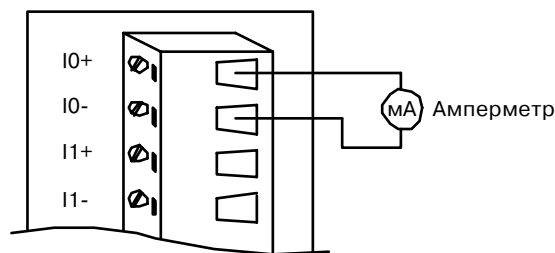

Рис. 5-19. Калибровка модуля аналогового вывода
3. Подключите 5-разрядный цифровой миллиамперметр к выходным клеммам модуля, как это показано на рис. 5-19. Допускается использование аналогичного цифрового вольтметра, но при этом к тем же клеммам модуля необходимо подключить измерительный резистор с сопротивлением $125\text{ Ом} \pm 0,1\%$ и стабильностью не хуже $\pm 10\text{ PPM}/^\circ\text{C}$.